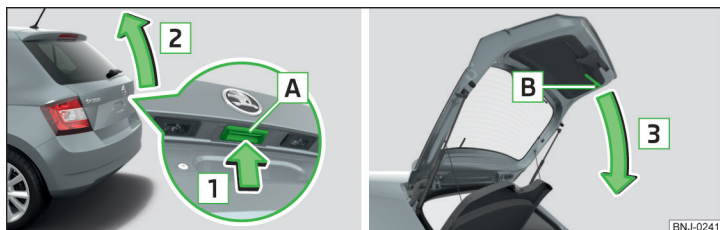

Fig. 37 Deschiderea/închiderea capotei portbagajului
- Pentru **deschidere**, apăsați butonul **A** în sensul săgeții **1** » fig. 37.
Butonul **A** » fig. 37 se dezactivează la plecarea de pe loc respectiv de la o viteză mai mare de 5 km/h. După oprire și deschiderea unei portiere, butonul este activat din nou.